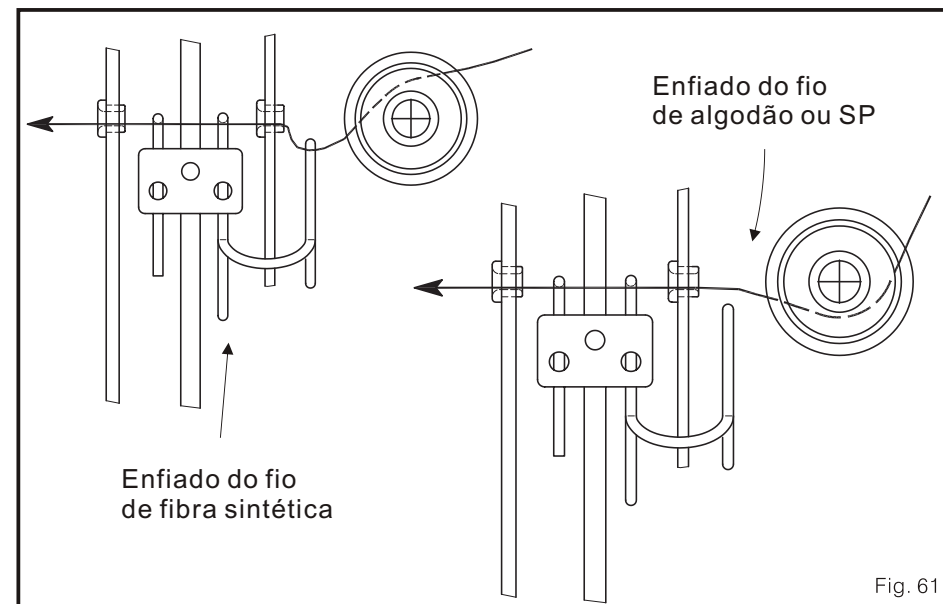

Fig. 61
6. Se o fio do pano do calcador é de algodão, SP ou fibra sintética. O enfiado estará como é indicado no seguinte quadro (Fig. 61)